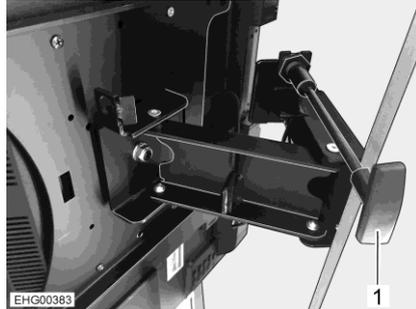

Bild 75 Halterung (einteiliger Gelenkarm)
- Griff (Bild 75,1) ziehen und halten. Der Flachbildschirm ist entriegelt.